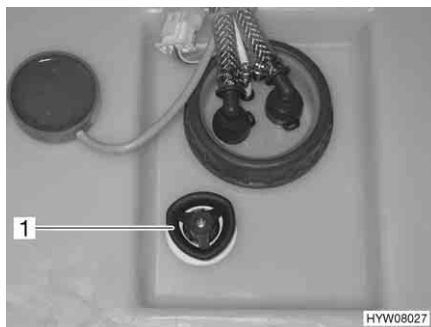

Fig. 110 Serbatoio dell'acqua con maniglia girevole
- Sul serbatoio dell'acqua, ruotare la maniglia girevole (Fig. 110,1) in senso orario fino all'arresto.
- Sul serbatoio dell'acqua, ruotare la maniglia girevole (Fig. 110,1) in senso antiorario fino all'arresto. L'acqua fuoriesce fino a ca. 20 litri.
- Sul serbatoio dell'acqua ruotare la maniglia girevole (Fig. 110,1) in senso antiorario, oltre la resistenza verso l'esterno fino all'arresto, per aprire completamente l'apertura di scarico.